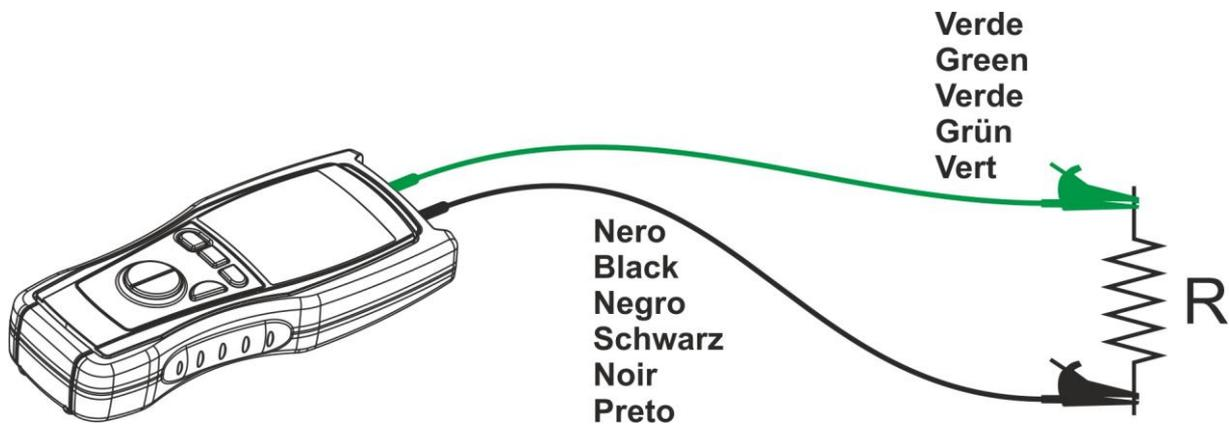

Fig. 5: Connessione dei terminali dello strumento
5. Posizionare i puntali nei punti desiderati del circuito in esame (vedere Fig. 5)